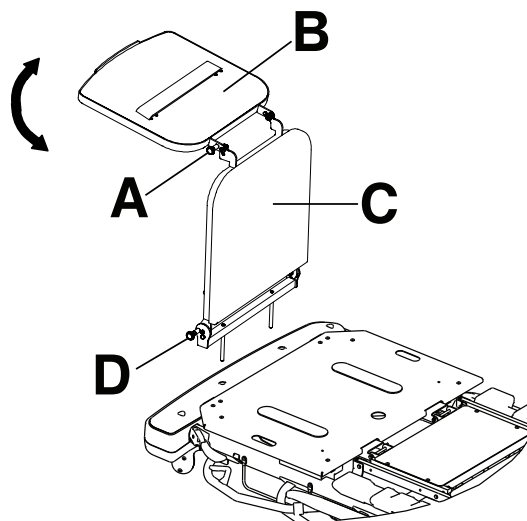

Figure 11 – Plateau porte-défiibrillateur/rallonge de lit
1. Tirer sur le bouton supérieur (A) pour le faire sortir (Figure 11).
2. Faire pivoter le plateau porte-défibrillateur (B) jusqu'à ce que le plateau soit à plat au-dessus du côté pieds du produit. Relâcher le bouton supérieur (A). S'assurer que le plateau porte-défibrillateur est bloqué.
Pour convertir le plateau porte-défiibrillateur/rallonge de lit en rallonge de lit (Figure 11) :